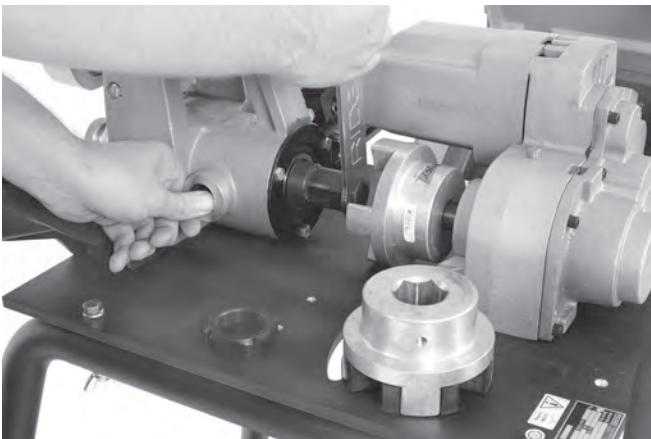

Abbildung 26 – Ausbau des Zugbolzens
6. Lösen Sie den Zugbolzen mit dem $1\frac{5}{16}$ -Zoll-Einsatz im Steckschlüssel (Abbildung 26).